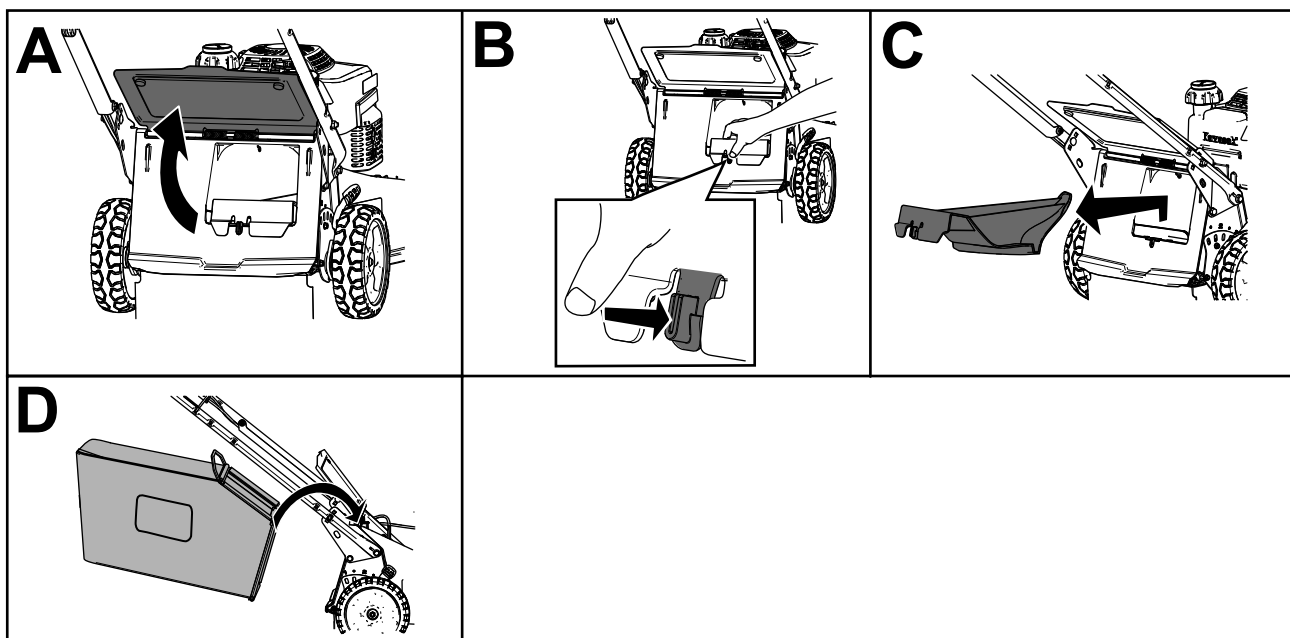

Figure 20
2. Soulevez le déflecteur arrière et maintenez-le dans cette position (A de Figure 20).
3. Retirez l'obturateur d'éjection arrière en appuyant sur le verrou avec le pouce et en tirant l'obturateur hors de la machine (B et C de Figure 20).
4. Placez les extrémités de la tige du bac dans les crans à la base du guidon et basculez le bac d'avant en arrière pour vous assurer que les extrémités de la tige sont bien engagées au fond des deux crans (D de Figure 20).